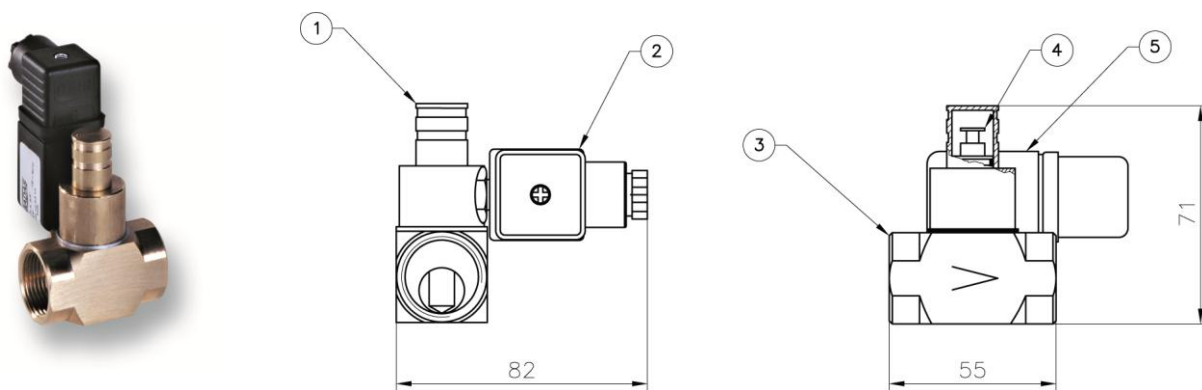

Рис. 1
Клапан (Рис. 1) состоит из: колпачок механизма возврата (1); Электрического коннектор (2); корпус (3); стержень механизма возврата (4); соленоид(5).
После этого колпачок (1) устанавливается в исходное положение, как показано на рис. 1, и фиксируется в этом положении, обеспечивая правильный режим срабатывания клапана на закрытие.